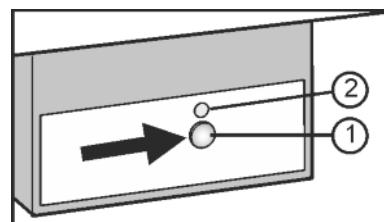

Fig. 22
- Нажмите и удерживайте кнопку On/Off Fig. 22 (1) так, чтобы светоизделие Fig. 22 (2) загорелся.